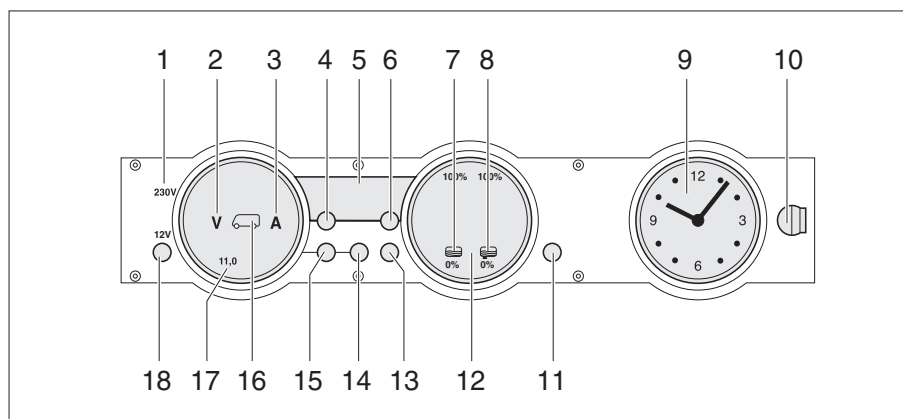

Fig. 154 Panneau de contrôle MP 20-T
Le voyant de contrôle 230 V (Fig. 154,1) s'allume si l'arrivée du bloc électrique est sous tension de réseau.
L'interrupteur principal 12 V (Fig. 154,18) établit ou coupe le panneau de contrôle et l'alimentation 12 V de la cellule.
- Appuyer brièvement sur la touche "12 V" (Fig. 154,18). L'alimentation 12 V de la cellule est assurée. L'indicateur de contrôle "12 V" s'allume.
- ▷ La tension de la batterie de cellule est trop faible quand les DEL "11,0" de l'affichage en Volt et le symbole Volt "V" (Fig. 154,2) clignotent dans l'indicateur des batteries (Fig. 154,17) après la mise sous tension. Charger la batterie.
- ▷ La coupure de batterie est active quand l'indicateur de contrôle "12 V", le symbole de la batterie de cellule (Fig. 154,16) et le symbole Volt "V" (Fig. 154,2) clignotent trois fois après la mise sous tension. Désactiver la coupure de batterie.
- Appuyer brièvement sur la touche "12 V" (Fig. 154,18). L'alimentation 12 V de la cellule est coupée. L'indicateur de contrôle "12 V" s'éteint.
- Appuyer sur la touche batterie de cellule (Fig. 154,14) et la maintenir enfoncée pendant 10 secondes environ. Les symboles Volt "V" (Fig. 154,2) et Ampères "A" (Fig. 154,3) clignotent trois fois. La batterie de cellule est coupée du réseau de bord de 12 V.
- Appuyer sur la touche "12 V" (Fig. 154,18) et la maintenir enfoncée pendant 5 secondes environ. Le symbole Volt "V" (Fig. 154,2) clignote trois fois. La batterie de cellule est branché au réseau de bord 12 V. L'indicateur de contrôle s'allume au bout d'env. 2 secondes.
- Appuyer sur la touche de la batterie de cellule  (Fig. 154,14). Le symbole Volt "V" (Fig. 154,2) s'allume. Le symbole Ampères "A" est, suivant son niveau de charge, blanc ou rouge. La tension de la batterie et le courant de la batterie de cellule sont affichés au moyens de DEL à l'intérieur de l'indicateur.
- Appuyer sur la touche de la batterie de démarrage  (Fig. 154,15). Le symbole Volt "V" (Fig. 154,2) s'allume. Des DEL à l'intérieur de l'indicateur indiquent la tension de la batterie de démarrage.
- Appuyer sur la touche réservoirs " (Fig. 154,13). Les symboles réservoir d'eau " (Fig. 154,7) et réservoir d'eaux usées " (Fig. 154,8) s'allument. Des DEL à l'intérieur de l'indicateur indiquent le niveau du réservoir d'eau (échelle de gauche) et celui du réservoir d'eaux usées (échelle de droite).
Le symboles Volt "V" (Fig. 154,2) et les DEL "11,0" clignotent dès que la tension de la batterie descend en dessous de 11 V (mesurée en marche) et qu'il y a risque de décharge profonde de la batterie.
Le symbole du réservoir d'eau "☰" (Fig. 154,7) ou celui du réservoir d'eaux usées "☷" (Fig. 154,8) clignote quand le réservoir d'eau est vide ou que le réservoir d'eaux usées est plein.
L'affichage numérique (Fig. 154,5) permet d'indiquer les températures intérieure et extérieure.
- Appuyer sur la touche de la température intérieure "☷" (Fig. 154,4). La température intérieure s'affiche.
- Appuyer sur la touche de la température extérieure "☰" (Fig. 154,6). La température extérieure s'affiche.